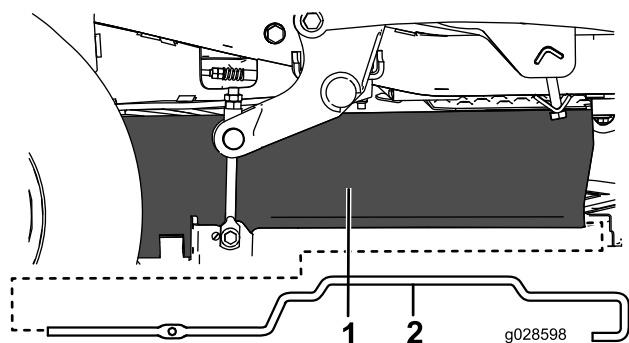

Figura 8
2. Inserite la nuova asta di supporto nella cortina (Figura 8).